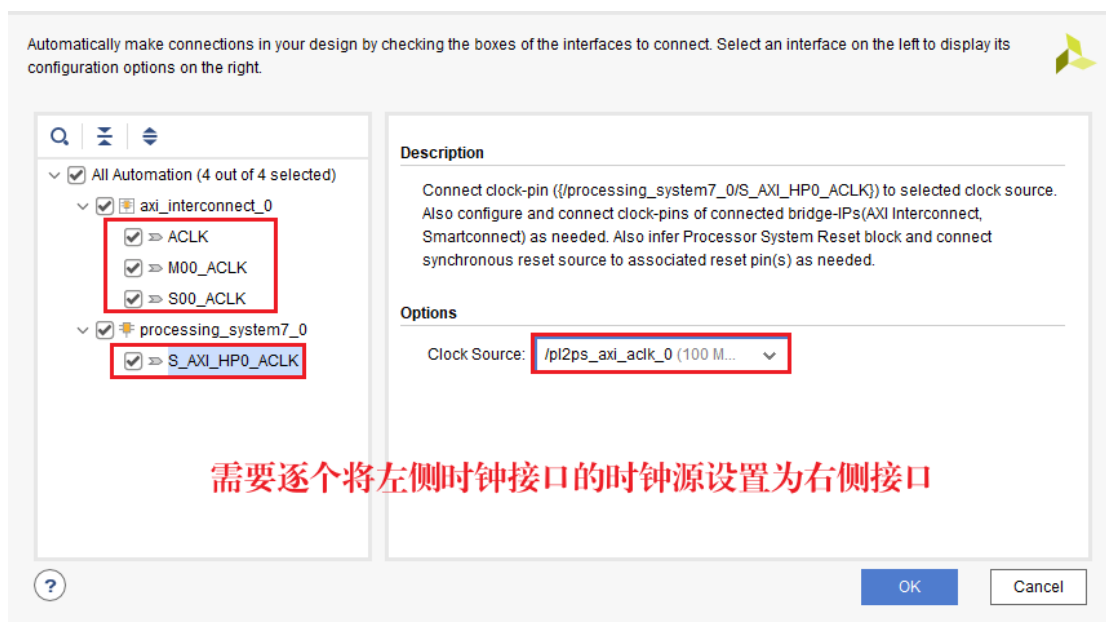

图 1-25 配置自动连接
5. 点击上方的“Run Connection Automation”，在弹出的窗口中勾选所有接口，并将所有接口的时钟源全部设置为 pl2ps_axi_aclk_0，如图 1-25 所示：